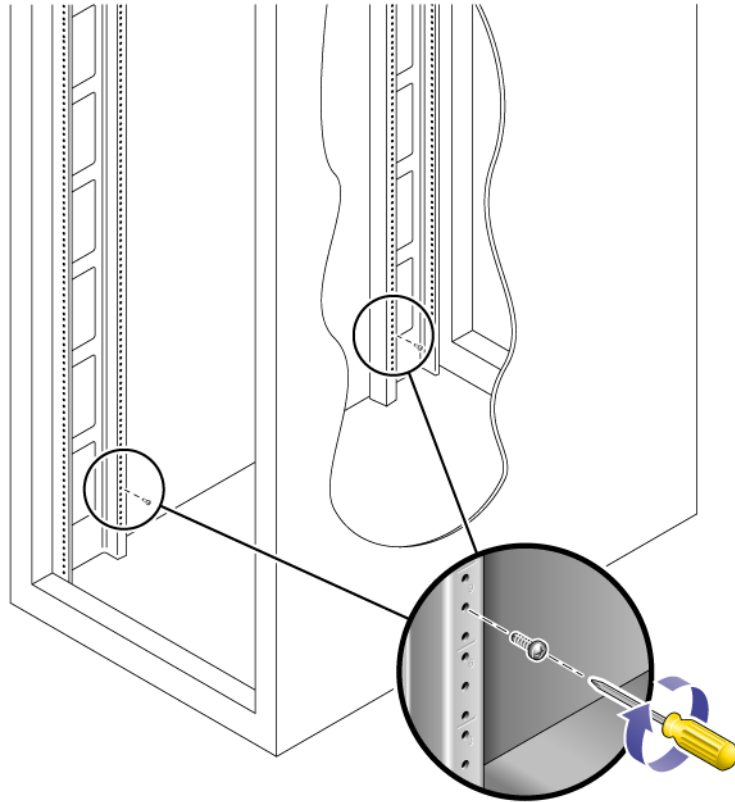

図 2-20 取り付けスロットの一番上の取り付けユニットの中央の穴に、レール取り付けねじを挿入
1. トレイを取り付ける 3RU スロットの取り付けユニットの中央の穴に、10-32 ねじを差し込みます。これを 4 つの内部取り付けレールのそれぞれで行います (図 2-20)。この時点では、まだねじを締め付けないでください。サイドレールをこれらのねじに仮止めします。